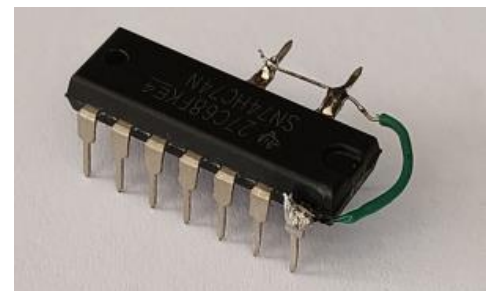

Figura 1
- 1) U2 deve essere montato su zoccolo con le seguenti modifiche come da Figura 1